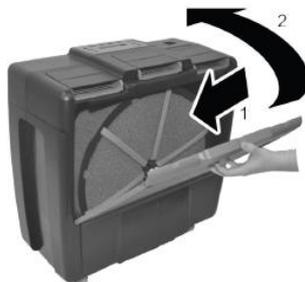

Рис. 19
4. Вставьте переднюю крышку в направляющие (рис. 19/1) и установите в устройстве (рис. 19/2).